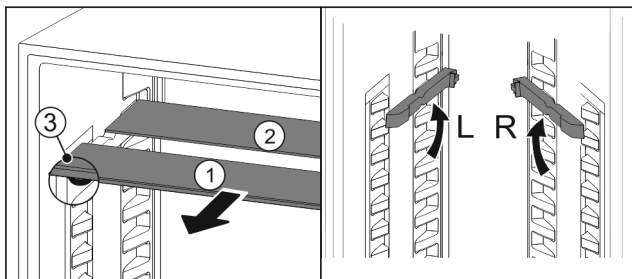

Fig. 92
- Glasplaten afzonderlijk vanaf de voorkant eruit trekken Fig. 92 (1).
- Glasplaat Fig. 92 (1) met sierlijst ligt voor.
- Stops Fig. 92 (3) zijn naar onder gericht.